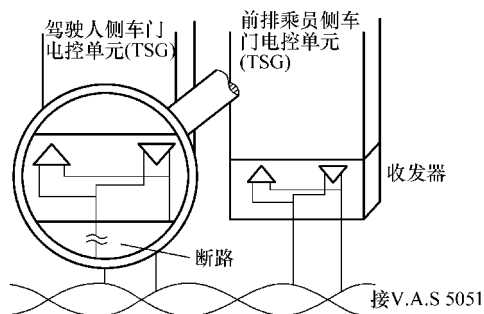
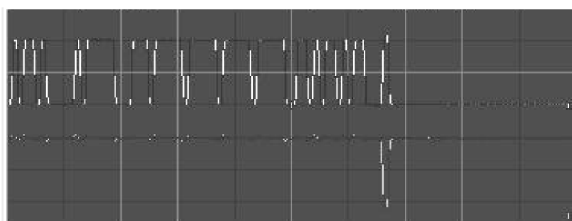

图 10-52 CAN-L 断路
图 10-53 CAN-L 断路波形
1) CAN-L 断路，如图 10-52 所示。CAN-L 断路是在 CAN-L 上出现断开区域，其故障波形如图 10-53 所示。
2) CAN-H 断路，如图 10-52 所示。CAN-H 断路是在 CAN-H 上出现断开区域，其故障波形如图 10-54 所示。